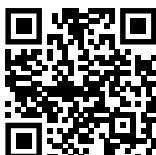

Fig. 113
- Abrir el Liebherr SmartMonitoring Dashboard. (consulte Fig. 113).